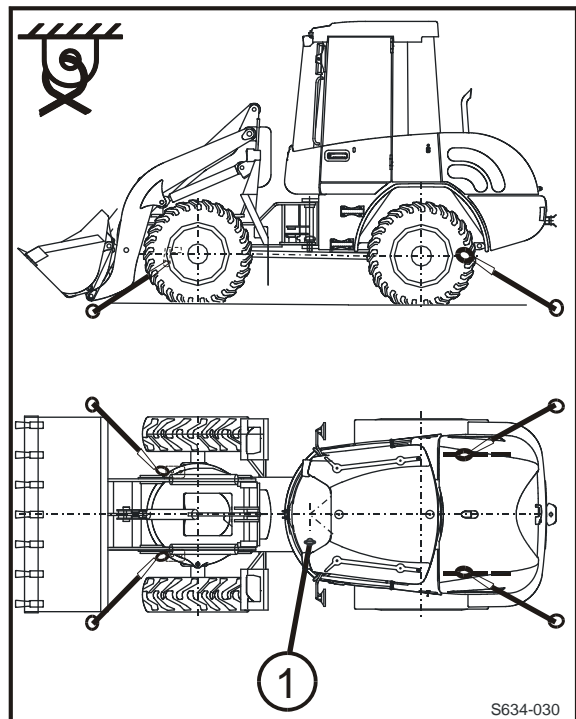

Fig. 30 Fixation du matériel pour le transport
- Accrocher la machine aux points marqués prescrits (fig. 30)